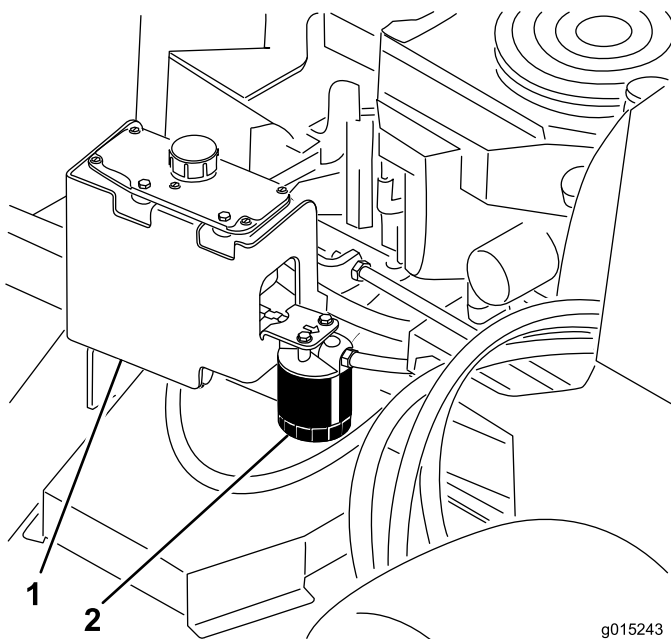

Figure 75
3. Localisez le filtre et placez un bac de vidange au-dessous (Figure 75).